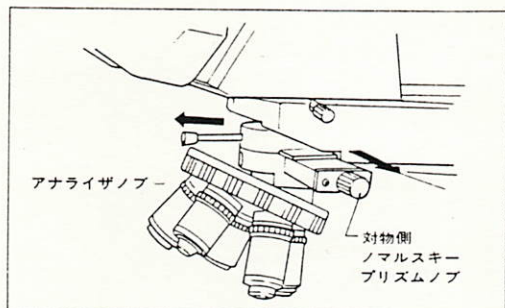

図10
- 2) アナライザ及び対物側ノマルスキープリズムを光路より外します。(図10)